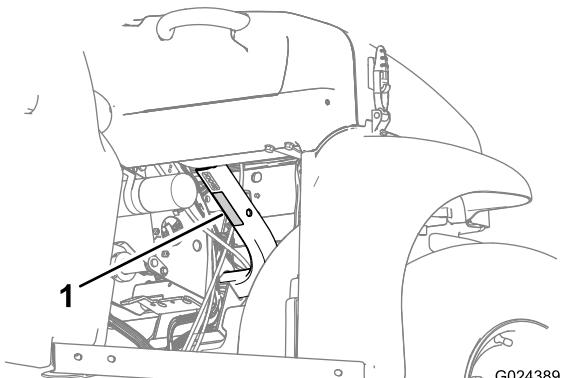

Figura 18
- Osservate la capacità di carico della macchina e limitate il peso del carico da trasportare nel cassone come descritto in Specifiche \(pagina 17\) e sull'etichetta del peso lordo del veicolo riportata sulla macchina (Figura 18).